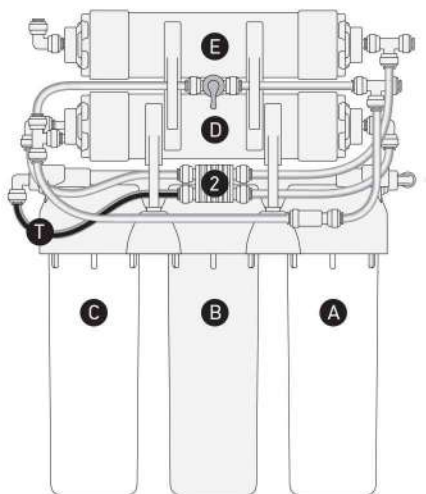

Рис.4. Схема подсоединения трубки (Т) к управляющему клапану (2).
Соединить трубкой (Т) (входит в комплект поставки) выходной фитинг третьей ступени (С) с свободным фитингом управляющего клапана (2) согласно схеме на Рис.4.